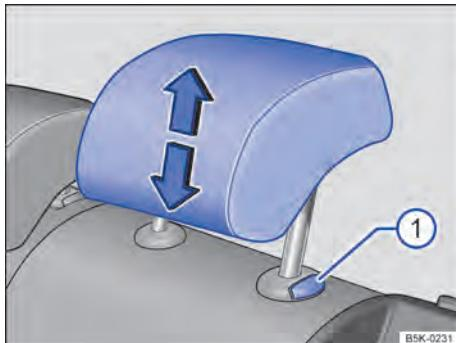

Fig. 46 Ajustar o apoio para cabeça traseiro.
- Empurrar o apoio para a cabeça para cima na direção da seta ou para baixo com a tecla ⇒ Fig. 46 ① pressionada ⇒ .